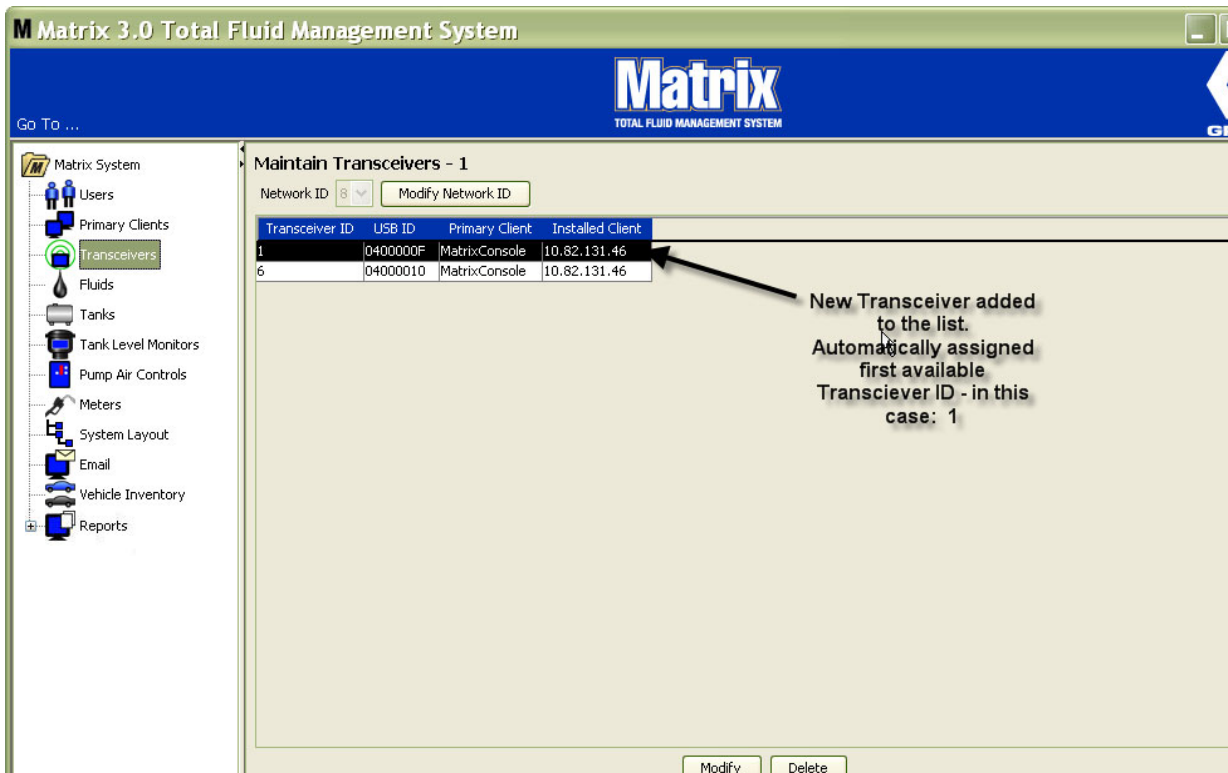

FIG. 86
1. Cuando se conecta un transceptor en el puerto USB del ordenador, se añade automáticamente a la parte superior de la lista y se le asigna el primer número de ID de transceptor disponible según se representa en la FIG. 86. Si se desconecta el transceptor o se le deja de suministrar alimentación, el transceptor no desaparecerá de la lista de transceptores, aunque su funcionamiento provocará que la comunicación con ese dispositivo se interrumpa inmediatamente.